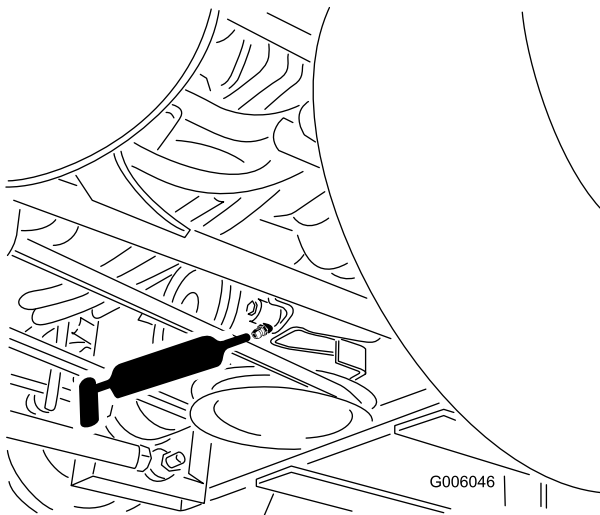

Figura 31
8. Engrase el brazo tensor de la correa de transmisión de la PTO (Figura 31).